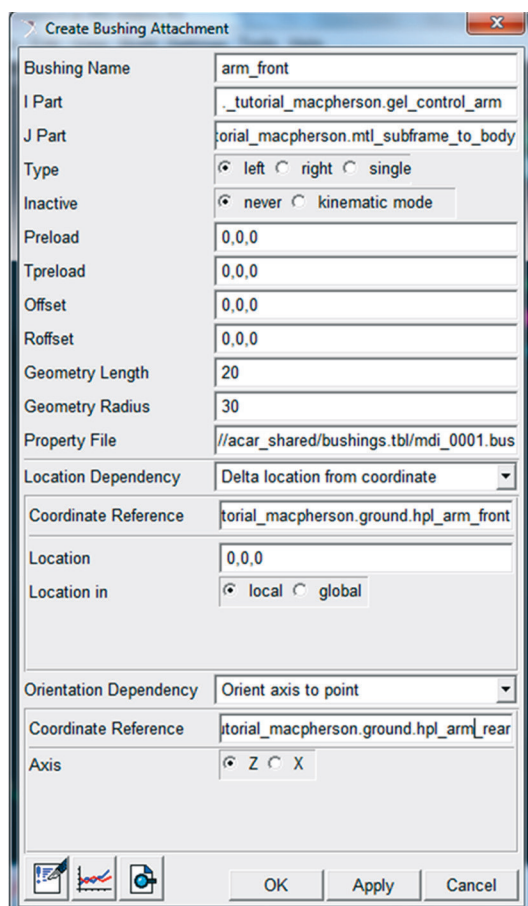

Figura 4.99 – Criação da primeira bucha.
- Os campos da janela *Create Bushing Attachment* deverão ser preenchidos conforme ilustrado na Figura 4.99. Note que essa bucha é criada entre o *General Part* “gel\_control\_arm” e o *Mount* “mtl\_subframe\_to\_body”. Um arquivo com as propriedades da bucha deve ser selecionado (no campo *Property File*), podendo este ser da biblioteca do software ou editado pelo usuário.